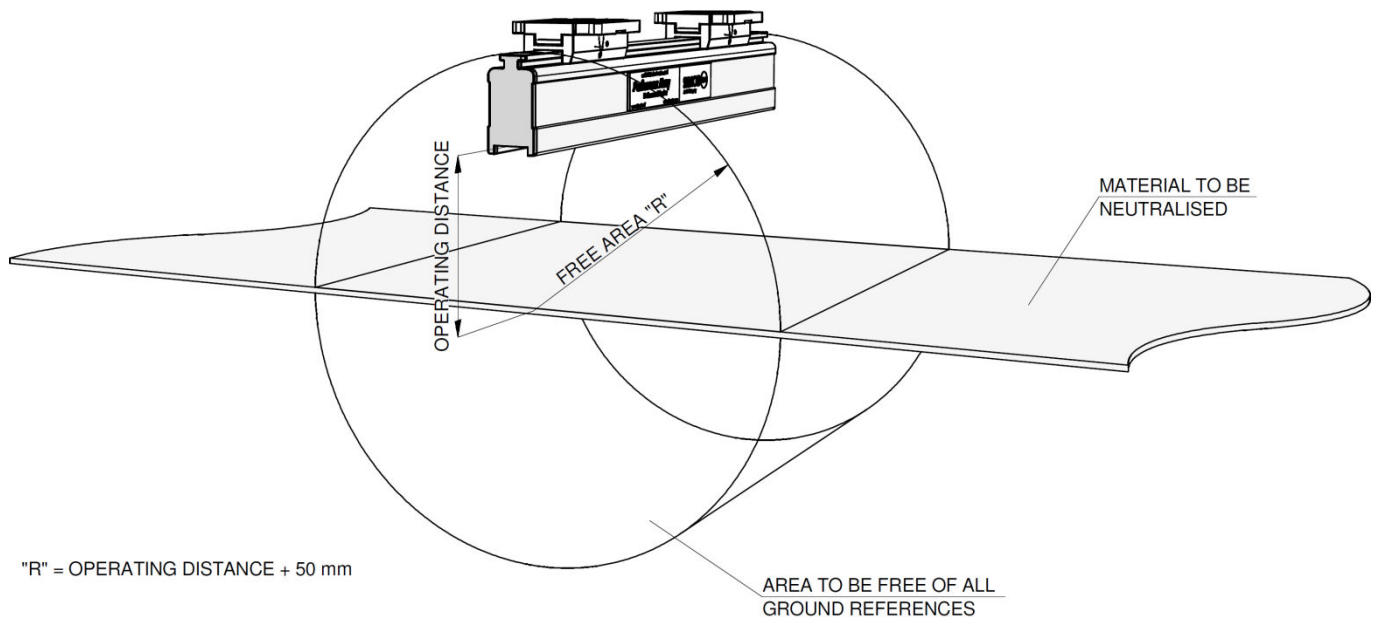

Abbildung 3: Optimale Position EasION IQ 4.0
- Um ein optimales Ergebnis zu erzielen, muss der Ionensprühstab gemäß Abbildung 3 montiert werden.